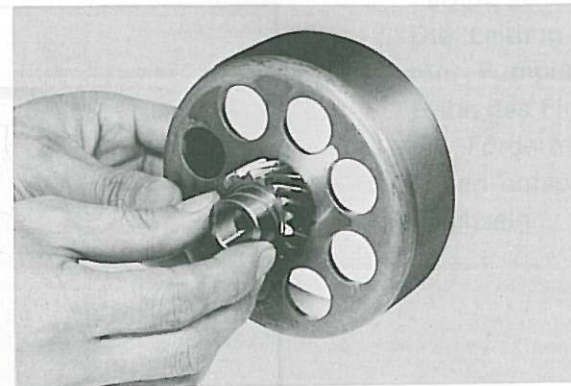

Fig. 3-3-23
4. Thoroughly clean the clutch housing assembly and spacer. Apply a light film of oil on the bushing surface and spacer. Fit the spacer into the bushing. It should be a smooth, thumb-press-fit. The spacer should rotate smoothly within the bushing. (Fig. 3-3-23)
4. Nettoyer soigneusement la cloche d'embrayage et sa bague. Appliquer une légère couche d'huile sur les surfaces de l'alésage central et de la bague. Insérer la bague dans l'alésage avec le pouce: on doit sentir un ajustage gras, et la bague doit tourner facilement dans l'alésage. (Fig. 3-3-23)
4. Kupplungsgehäuse und Abstandshülse gründlich reinigen. Abstandshülse und Buchse mit Öl schmieren. Abstandshülse in die Buchse einsetzen. Sie sollte sich mit dem Daumen glatt einpressen lassen. Die Abstandshülse muss sich ohne fühlbaren Widerstand in der Buchse drehen lassen. (Fig. 3-3-23)